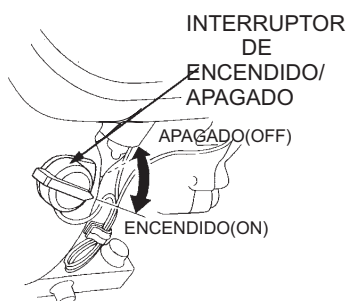

Figura 10. Interruptor del motor ON/OFF ENCENDIDO/ APAGADO
2. Coloque el interruptor del motor **ON/OFF ENCENDIDO/ APAGADO** (Figura 10) a la posición "ON" ENCENDIDO.
- Coloque el **interruptor del motor ON/OFF ENCENDIDO/ APAGADO** (Figura 10) a la posición de "**OFF**" **APAGADO**.